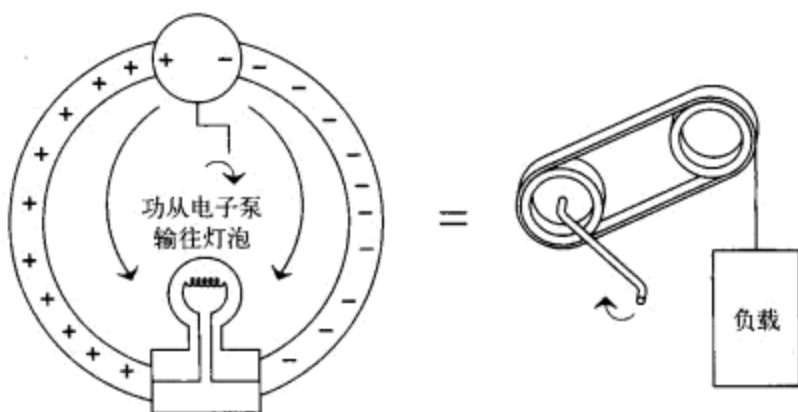

图0-8 这些很酷的、魔术般的场的作用就像皮带传输能量、功或功率一样
① 电流是每秒钟通过的电荷的库仑数，是一个流量的量度，其单位是安培。
② 在永磁铁中，材料中所有的电子都沿着相同的方向绕各自的原子旋转，正是这些电荷产生了永磁铁的磁场。
③ 这个示意图是标量波（scalar wave）示意图的简化版本。为了限制需要消化的信息量，我不会深入介绍标量波图。不过，我倒是建议你在准备好了的时候，去学学这个东西。
从本质来看，我们可以用图0-8来理解以上的概念。虽然皮带的运动很慢①，但是在手柄转动的同时，我们却立即看到了其在滑轮上的作用。这跟灯泡的情况是一样的。只不过皮带被电路取代了，实际上是电磁②场在驱使电荷绕着电路打圈，从而将功传输到了灯泡。没有这两个场的作用，我们就无法将手柄输入的能量移动到灯泡上去进行输出，灯泡根本就不会发亮。